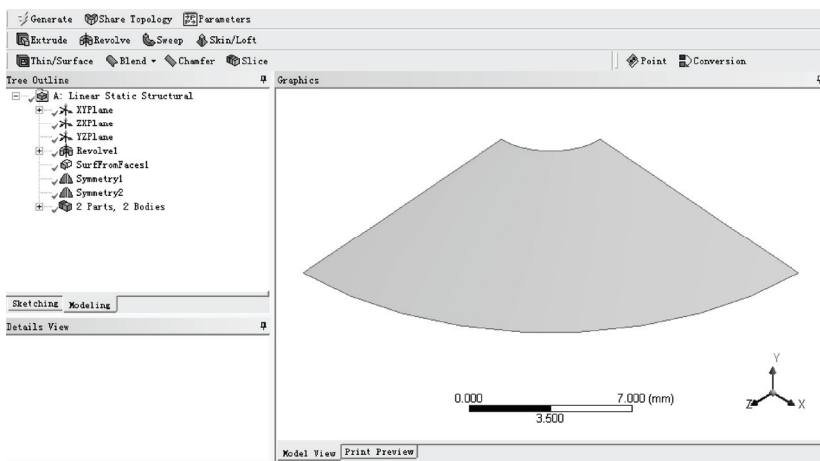

图 7-9 几何模型
3) 双击项目 A 中的 A2 栏 Geometry, 此时会进入到 DM 界面。此时如果设计树中显示 ⚡, 表示需要生成模型, 此时进行步骤 4), 否则可直接进入步骤 5)。得到的模型如图 7-9 所示。